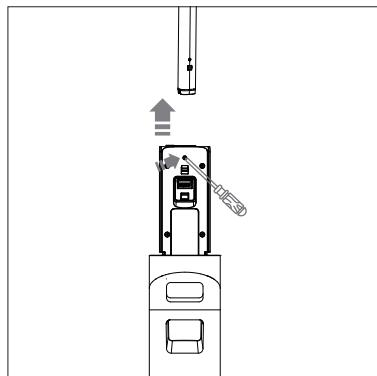

Abb. 29 – Griff entfernen
- ▶ Drücken Sie mit einem geeigneten Werkzeug (z. B. ein Schraubendreher) in die kleine Öffnung unterhalb des Griffes und ziehen Sie den Griff nach oben heraus (**siehe Abb. 29**).